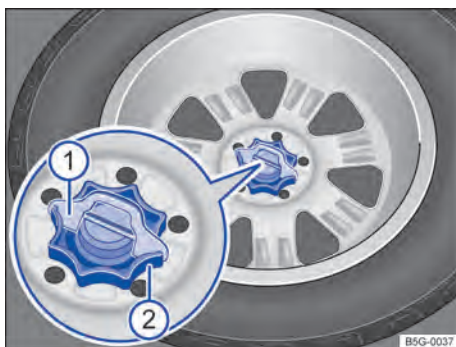

Fig. 257 En el maletero: ruedecilla para fijar la rueda de repuesto.
- Extraiga hacia arriba la cuña del seguro antigiro → fig. 257 ①.
- Desenrosque completamente, en el sentido contrario al de las agujas del reloj, la ruedecilla central que sujeta la rueda de repuesto → fig. 257 ②.
- Encaje la cuña del seguro antigiro → fig. 257 ① en la ranura del tornillo prisionero de modo que la ruedecilla ya no se pueda girar más.